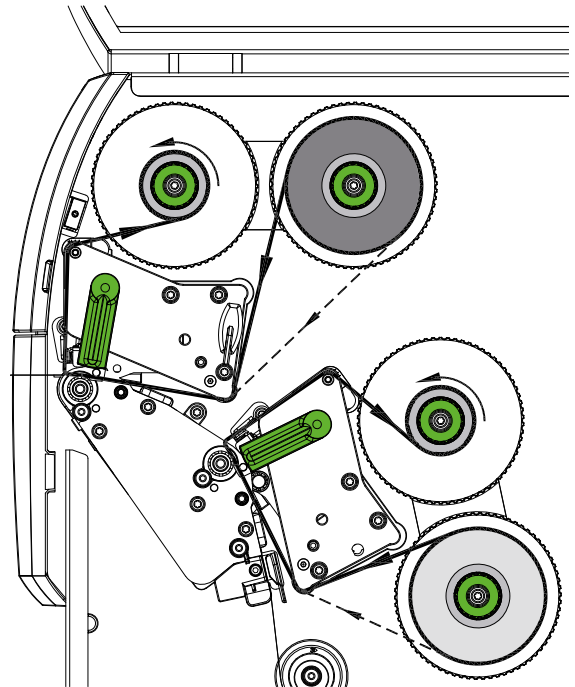

图 17 转印花膜的运行
5. 将合适的卷芯 (2) 推到转印花膜回卷器 (3) 上，并以与花膜卷相同的方式固定。
6. 如图 17 所示，将转印花膜穿入打印机构。